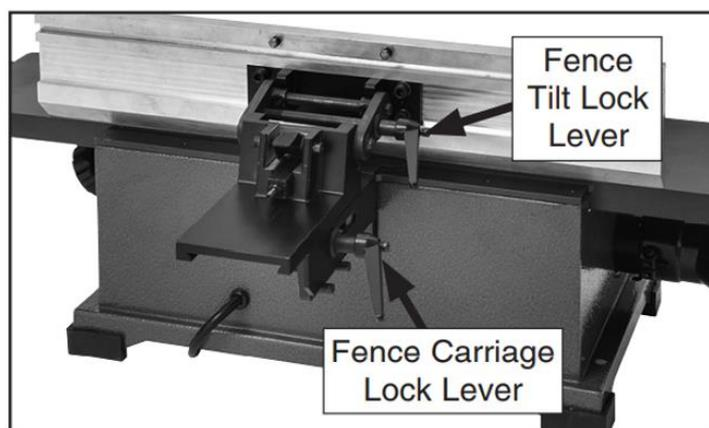

Рисунок 25. Обзор каретки ограждения.
2. Ослабьте фиксатор наклона параллельного упора (см. рис. 25) и вдавите язычок ограничительной пластины вперед в задний паз ограничительного блока.